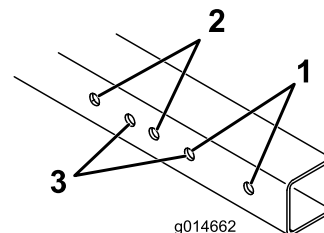

Figure 2
1. Reportez-vous à la Figure 2 pour savoir quels trous de montage utiliser selon la largeur de votre tondeuse de greens.
Remarque: Sur les Greensmaster 1000, 1010 et 2000 avec groomer, déposez l'arbre de roue côté groomer ; achetez et montez un arbre de roue neuf (réf. 106-5385). Montez aussi le rail côté groomer dans les trous prévus sur les Greensmaster 1600 et 1610 (Figure 2).